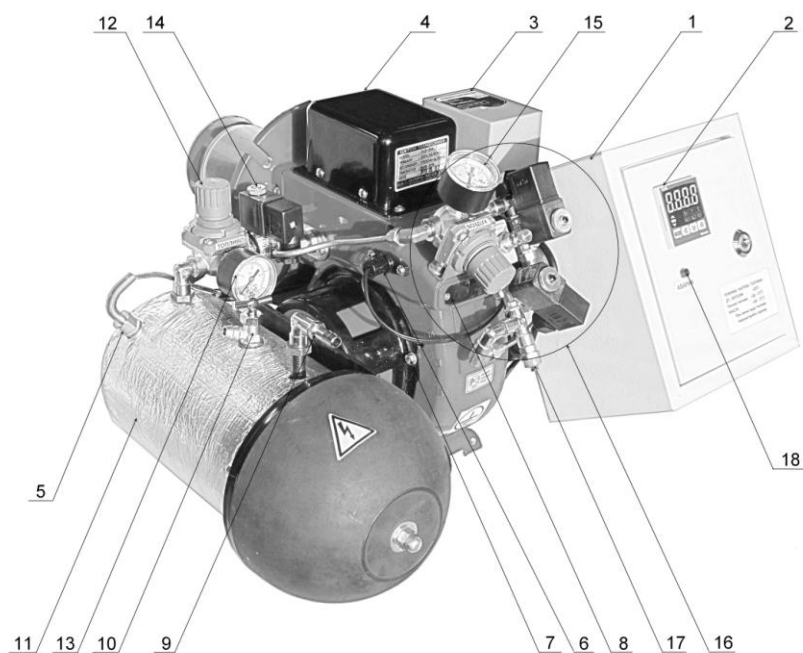
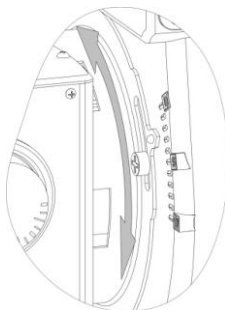
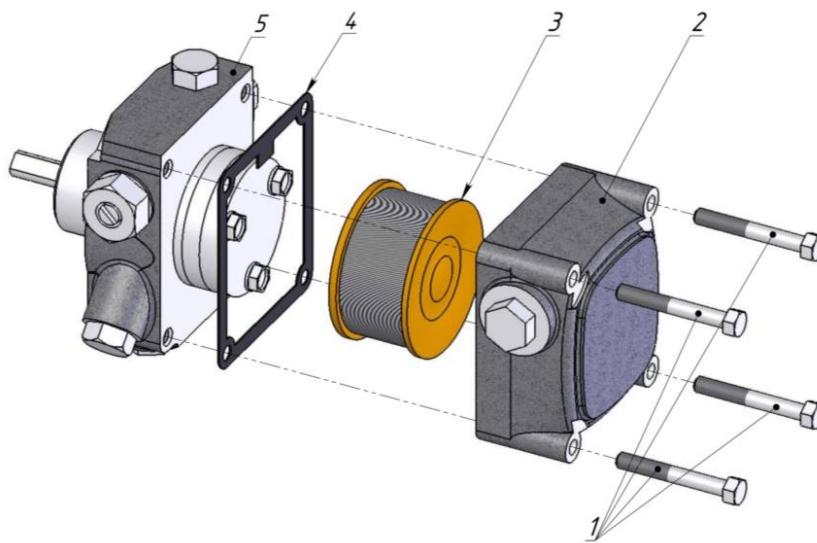
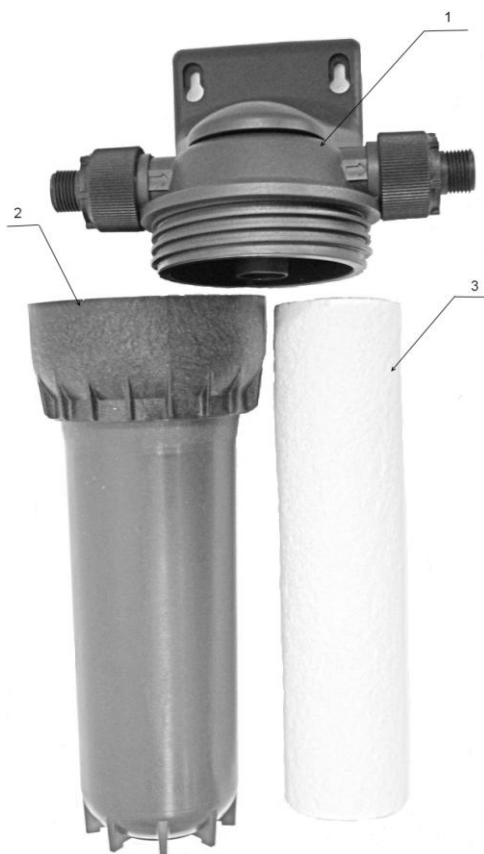

Рис.7. Органы управления и узлы контроля параметров Горелки.
Рис. 12.
Рис. 17. Схема разборки насоса
Рис.18. Фильтр тонкой очистки топлива.
Температурный контроллер используется для точного поддержания оптимальной температуры от 20 до 71°C топлива в подогревателе топлива (Рис. 7, поз. 2) и подачи команды запуска Горелки на топочный автомат (AL1) гаснет при достижении температуры масла на 6°C менее заданной.
Регулировка давления топлива для одноступенчатых Горелок осуществляется регулятором давления топлива (Рис. 7, поз. 12). Давление контролируется по манометру (Рис. 7 поз.13). Для Горелки AL-4V давление топлива должно находиться в пределах от 0,05 до 0,25 бар. Для Горелки AL-10V давление топлива должно находиться в пределах от 0,05 до 0,5 бар.
Для регулировки вторичного воздуха (Рис.7 поз.7) для одноступенчатых Горелок установите положение воздушной заслонки в положение от 0 до 10 (Рис. 12)
После того как температура в подогревателе топлива (Рис. 7, поз. 11) стала на 6 °С ниже заданной на температурном контроллере (Рис. 8) выключается AL-1 и подается команда на включение Горелки. На блоке управления Горелкой загорается зеленый индикатор «Сеть» (POWER) и Горелка находится в режиме ожидания, готовая к запуску.
3.4.7 Индикатор АВАРИЯ (Рис.7 поз.18)
При сильном загрязнении котла несгораемыми фракциями , содержащимися в отработанных маслах происходит, увеличение температуры в огневой трубе, что может привести к выходу из строя резинового уплотнения форсунки, подогреваемого топливопровода и фотодатчика. Для предотвращения данной ситуации в огневой трубе установлен температурный датчик, отключающий горелку при достижении температуры 90 С, при этом светится индикатор АВАРИЯ (Рис.7 поз.18) . Для сброса сигнала АВАРИЯ, откройте электрический шкаф горелки и нажмите кнопку АВАРИЯ.
3.5.2. Заполните топливом всасывающий трубопровод, насос, фильтр и топливный бак Горелки. Для чего в комплекте топливного насоса предусмотрен кабель (Рис.14 поз.6) с вилкой прямого питания от сети 220 В, соедините кабель (поз.6) с разъемом топливного насоса (поз.2). На топливном баке Горелки есть кран сброса воздуха (Рис. 7, поз. 10). Подключите топливный насос напрямую к сети 220 В и откройте кран сброса воздуха. Через шланг начнет стекать масло с пузырьками воздуха. Когда воздух будет полностью удален, закройте кран. Питание насоса подключите по постоянной схеме.
ВНИМАНИЕ! Перед подачей напряжения на Горелку обязательно заполните топливный бак Горелки (Рис.7 поз.11). В противном случае существует опасность выхода из строя ТЭНов топливного бака.
- следить за давлением топлива манометр (Рис.7 поз. 13), подаваемого на форсунку;
- при падении давления топлива манометре на 0,05 бар (Рис.7 поз.13) проверить состояние фильтра насоса (Рис.17) выполнить очистку фильтра топливного насоса п.4.5.1, произвести замену фильтрующей вставки (Рис.18) фильтра тонкой очистки п.4.5.2;
5. Проверка работы топливного насоса (Рис. 17).
7. Проверка загрязнения фильтра топливного насоса (Рис.17) и фильтра тонкой очистки (Рис.18).
Для выполнения технического обслуживания топливного насоса (Рис. 17) необходимо открутить 4 болта 1, снять крышку насоса 2 и прокладку 4, провести еженедельный регламент работ по очистке фильтра 3.
Для сборки насоса (Рис. 17) необходимо установить прокладку насоса 4 на нагнетательный узел 5, фильтр 3 установить в крышку 2, все смонтировать болтами 1 в соответствующие пазы корпуса насоса.
4.5.2 Обслуживание фильтра тонкой очистки заключается в замене фильтрующих вставок из полипропилена, размер 10", фильтрующая способность 20 мкм. Для замены отверните колбу фильтра (Рис.18 поз.2), от корпуса фильтра (Рис. 18 поз.1) , замените фильтрующую вставку (Рис.18 поз.3), установите колбу на место.